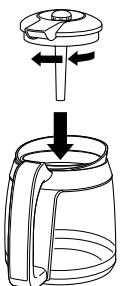
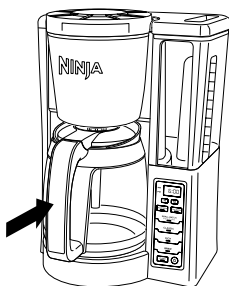

Fig. 4
Fig. 5
- 5 Coloque la tapa del filtro de la jarra en la jarra y gírela en sentido de las agujas del reloj para que quede bien ajustada (Fig. 4). Luego coloque la jarra debajo de la gaveta del portafiltro (Fig. 5).